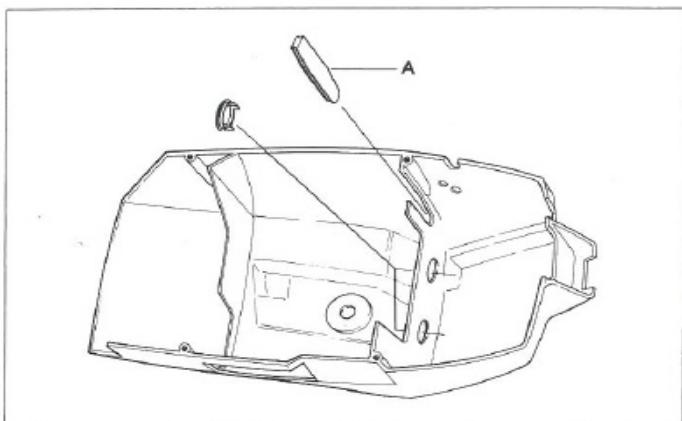

Fig. 21
För att hindra kall insugningsluft från att komma in i förgasarutrymmet placeras täckplattan (A) i cylinderkåpans urtag (se fig. 21). Vid normala temperaturer förvaras täckplattan i fickan på kåpans högra sida.